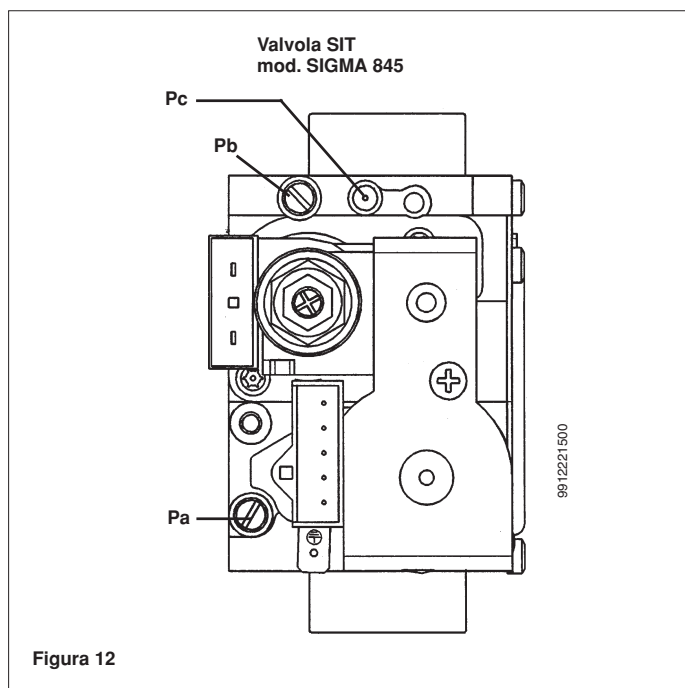

Figura 12
- collegare la presa di pressione positiva di un manometro differenziale, possibilmente ad acqua, alla presa di pressione (Pb) della valvola del gas (figura 12). Collegare la presa negativa dello stesso manometro alla presa di compensazione della caldaia posizionata nella parte
- verificare che la pressione dinamica di alimentazione della caldaia, misurata alla presa di pressione (Pa) della valvola del gas (figura 12 pagina 11) sia quella corretta (30 mbar per il gas butano, 37 mbar per il gas propano o 20 mbar per il gas naturale).